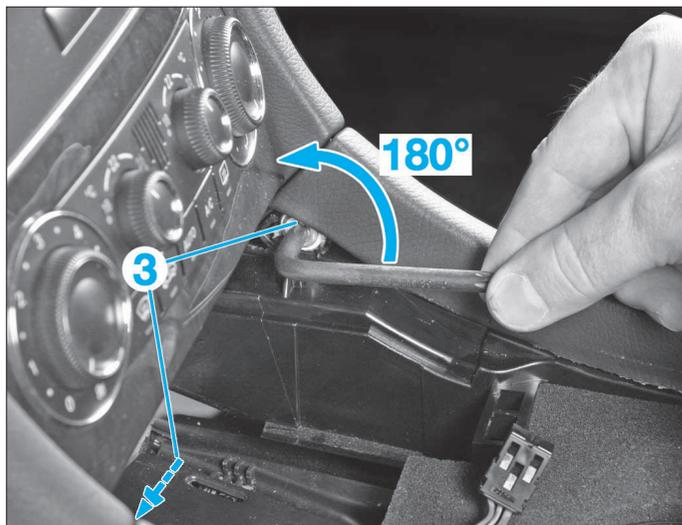

FIG. 16
- Tourner de 180° les 2 vis-verrou (3) (Fig.16).